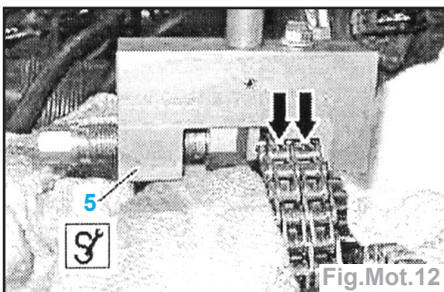

Fig.Mot.12
- Positionner l'outil de rivetage (5) de telle sorte que les étaçons de guidage s'appliquent (flèches) (Fig.Mot.12).